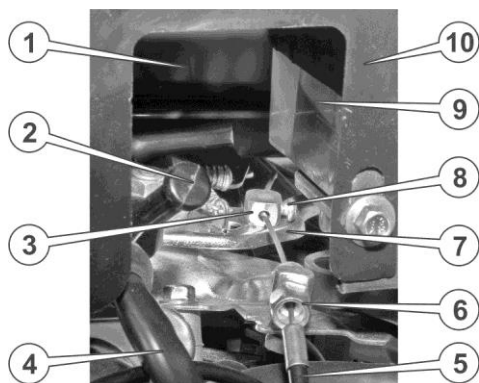

Рисунок 4.4. Регульовальні елементи карбюратора
17. Вставити трос механізму регулювання подачі палива в отвір кронштейна даного механізму, закріпити кінець троса в кліпсі важеля регулювання подачі палива за допомогою гвинта (див. рисунок 4.4.).
Під час заправки або доливання мастила встановіть мотоблок на рівну горизонтальну поверхню, по черзі відкрутіть пробки-щупи та проконтролюйте за їх допомогою рівні мастила в двигуні і коробці передач (див. рисунок 4.4.), залийте в заливні горловини необхідну кількість мастила. Знову перевірте за допомогою пробок-щупів рівні мастила. У разі необхідності долийте мастила до норми.